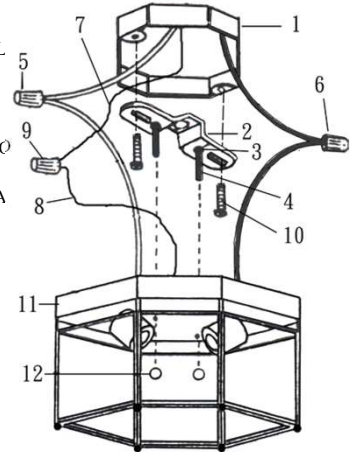

FIGURA 5
B) Si el accesorio usa un solo NIPLE IPS DE 1/8" (4) para el montaje, enrosque la TUERCA HEXAGONAL IPS DE 1/8" (3) en el NIPLE, y atomille el NIPLE en la ABRAZADERA DE MONTAJE (2), sin apretar la TUERCA HEXAGONAL (3). (Figura 5)
2. Hale los cables de alimentación fuera de la CAJA DE CONEXIONES (1) y monte la ABRAZADERA DE MONTAJE (2) o la placa de montaje universal en la CAJA DE CONEXIONES (1), usando los TORNILLOS DE MONTAJE (10).
3. Una el cable de alimentación al hilo conductor del accesorio conectando NEGRO con NEGRO (6) y BLANCO con BLANCO (5). Conecte el CABLE A TIERRA DEL ACCESORIO (8) al CABLE DE ALIMENTACIÓN A TIERRA (7) usando una TUERCA PARA CABLE (9) (no incluida).
4. Coloque el DOSEL (11) en el accesorio sobre la CAJA DE CONEXIONES (1) y en los tornillos de montaje (o NIPLE), y ajuste los tornillos de montaje del accesorio #8-32 (o NIPLE) hasta que sobresalgan del DOSEL (11) de ¼". Retire el DOSEL (11) y asegure la posición de los tornillos de montaje del accesorio (o NIPLE) apretando las TUERCAS HEXAGONALES (3) contra la ABRAZADERA DE MONTAJE (2). Coloque el DOSEL (11) de nuevo en los tornillos de montaje del accesorio (o NIPLE), y asegúrelos en su lugar usando la TUERCA DECORATIVA (12) que se suministra.